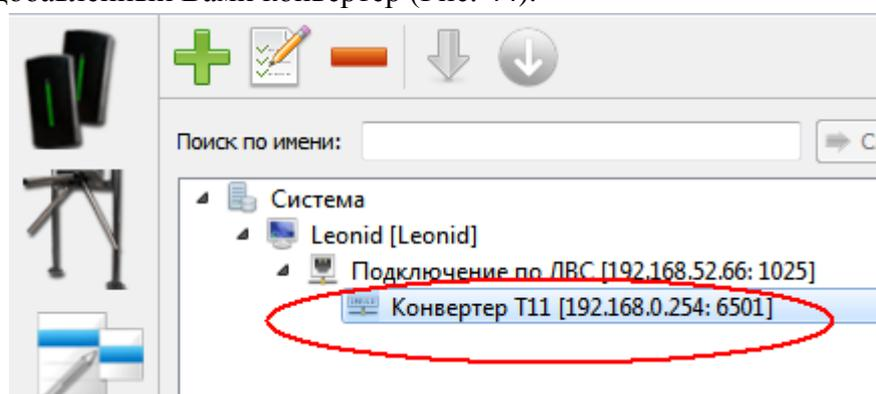

Рис. 44
- Нажмите кнопку «Сохранить» в окне «Параметры». В дереве оборудования появится добавленный Вами конвертер (Рис. 44).
- Выберите в иерархическом дереве объект «Конвертер Т11» (Рис. 44).